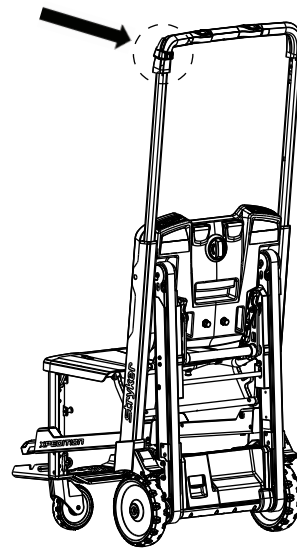

图 36 – 将静脉输液挂钩连接到座椅上
**注解** - 将静脉输液挂钩对准抓杆患者左侧的挤压器 ( 图 36 ) 。